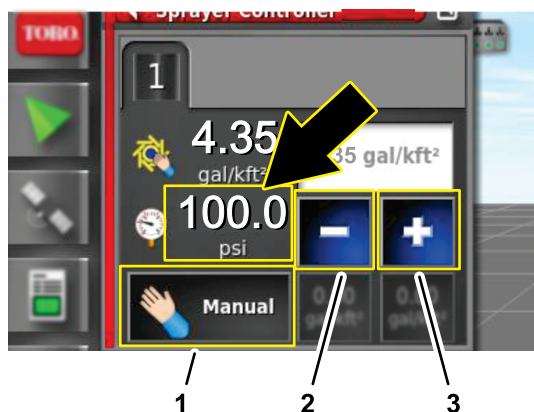

Figura 276
7. En el cuadro de diálogo Controlador del caudal de fumigación, pulse el icono MODO DE CONTROL DE CAUDAL hasta que aparezca el modo manual (Figura 276).
8. Presione el icono Reducir (-) o Aumentar (+) para ajustar la presión del sistema de fumigación (Figura 276) a 6.9 bar (100 psi).